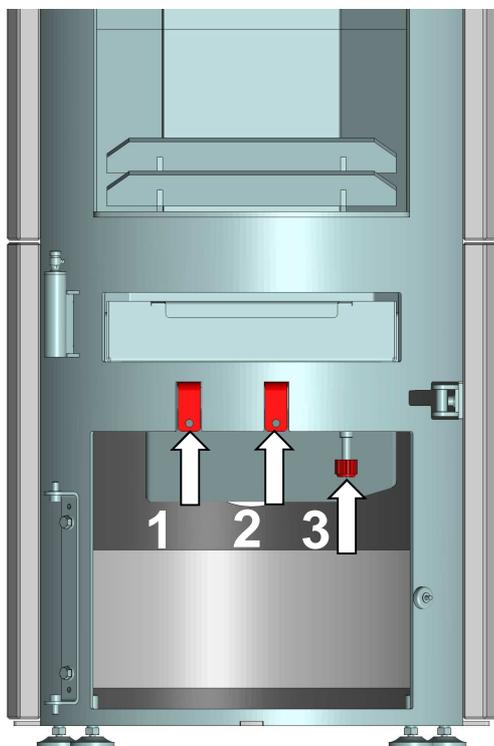

Abb. 22: Position Luftschieber
Die Luftschieber des Kaminofens befinden sich hinter der Klappe unter dem Feuerraum (Abb. 22).
Der Primärluftschieber steuert die Luft über den Gussrost (Abb. 22 Pos. 1).
Der Sekundärluftschieber steuert die Luft für die Scheibenspülung, und sollte daher nie ganz geschlossen sein (Abb. 22 Pos. 2)!
Das Einstellrad des wotke Thermoreglers befindet sich im Holzlagerfach (Abb. 22 Pos.3). Der Thermoregler öffnet und schließt automatisch in Abhängigkeit von der Temperatur des Ofens die Primärluft.
- Speziell Sekundärluftschieber (siehe Abb. 22 auf Seite 15) nie ganz schließen, da dann keine Scheibenspülluft mehr auf die Sichtscheibe kommt.